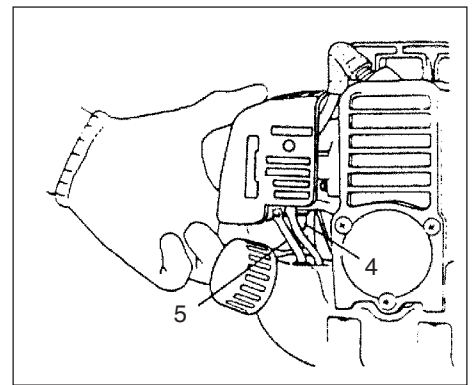

Fig. 2-2C
- * Tryk flere gange på tipperbolden (4), så brændstoffet strømmer gennem returrørret (5) (hvis enheden er udstyret med et sådant) (fig. 2-2C).